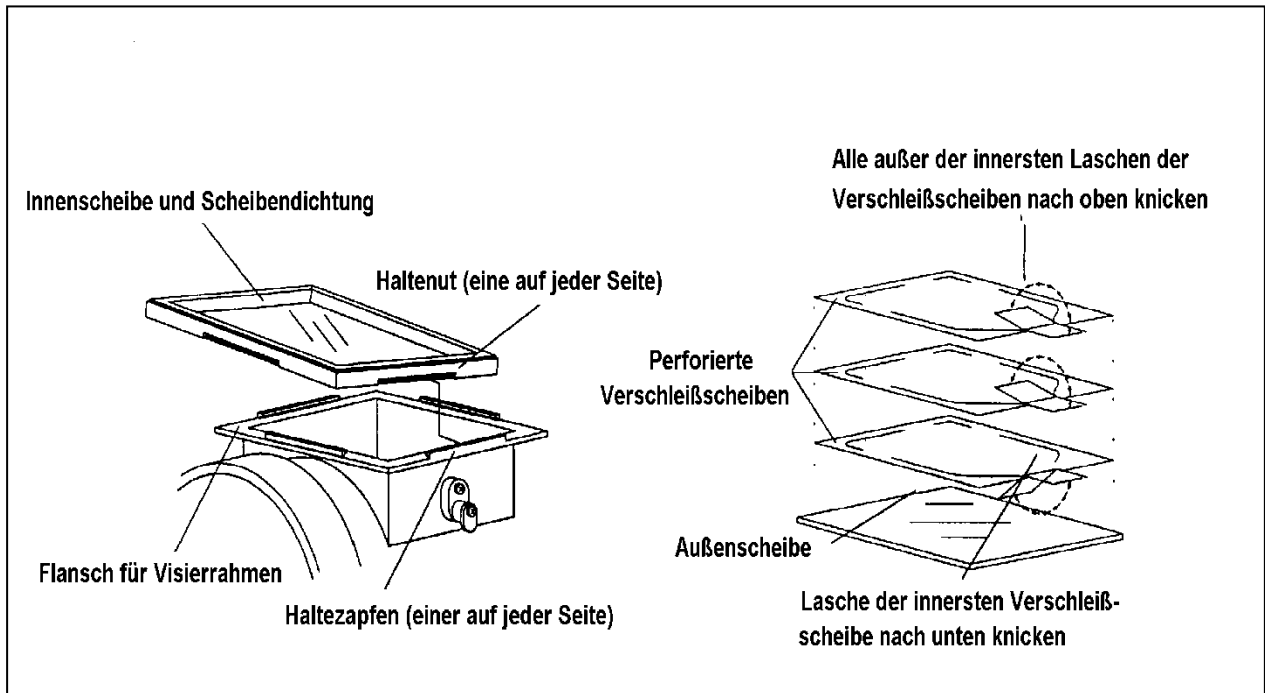

Bild 3: Austausch der Innenscheibe und der Verschleißscheiben
(3) Neue Innenscheibe einsetzen.	<ul style="list-style-type: none">– Dichtung reinigen und eine neue Innenscheibe einsetzen.– Neue Dichtung mit der neuen Scheibe von außen auf die Öffnung setzen.– Die Dichtung mit der Innenscheibe auf den Flansch aufsetzen, und eine Haltenut über den dazugehörigen Haltezapfen schieben. (siehe Bild 3).– Durch Arbeiten von außen und von innen die restlichen Haltenuten über die Haltezapfen schieben.
(1) Bis zu 3 Verschleißscheiben auf die Außenscheibe legen (glatte Oberfläche).
(2) Die Laschen der beiden oberen Verschleißscheiben nach oben, die Lasche der untersten Verschleißscheibe nach unten knicken (siehe Bild 3).
(3) Visierrahmen öffnen und die Außenscheibe bzw. Verschleißscheibenreste entfernen.
(4) Die Verschleißscheiben mit der Außenscheibe so auf die Innenscheibe legen, dass die Laschen der Verschleißscheiben durch den Visierrahmen herausragen.
(5) Scheiben festhalten und Visierrahmen schließen.